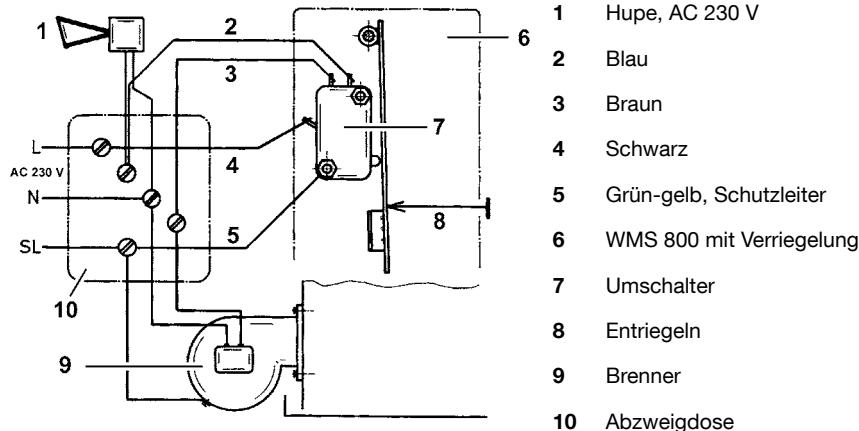

Bild 4: Elektrischer Anschluss WMS 800 mit Verriegelung
- ▶ Weitere Verbindungsleitungen fachgerecht in einer Abzweigdose herstellen nach Bild 4, Seite 9.